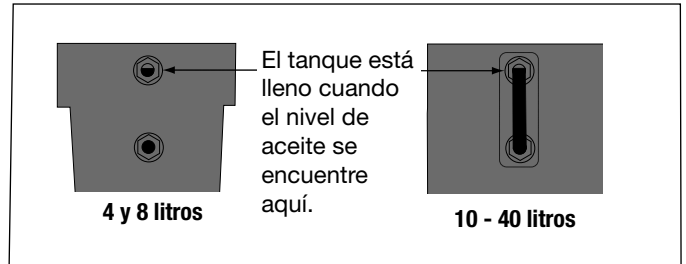

Figura 4
6. Llenar el depósito con aceite hidráulico limpio Enerpac. El depósito está lleno cuando el nivel del aceite está a la mitad del indicador visual de nivel (Véase Figura 4).